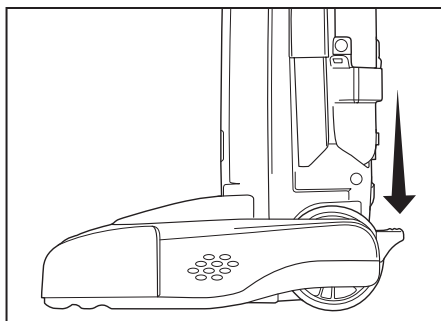

Fig. 1
- Appuyez une fois sur la pédale de déverrouillage de la poignée pour aspirer normalement (Fig. 1).